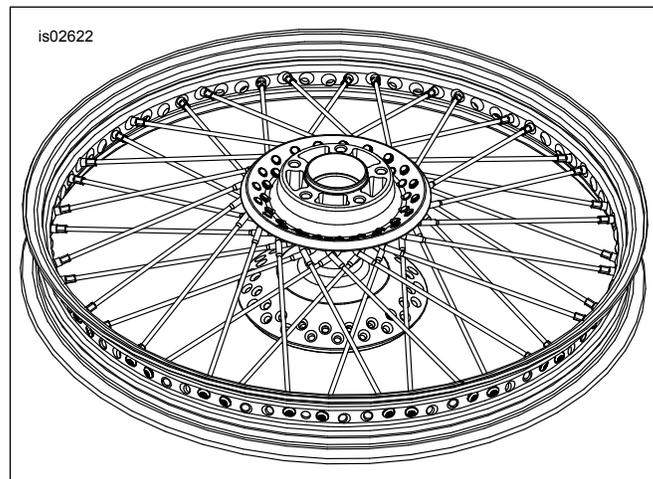

Figura 6. Installazione dei raggi interni
5. Vedere Figura 6. Inserire nel mozzo il primo raggio della fila **interna**. Inclinare il raggio in senso antiorario, incrociando **quattro** raggi della fila esterna. Assemblare, senza serrare, i nipplini del raggio.